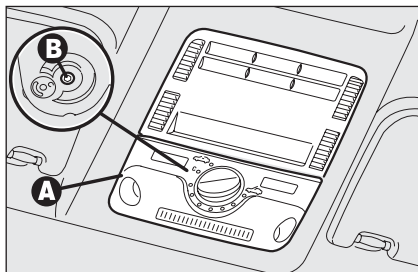

fig. 89
- ☐ presione en correspondencia a las ranuras de la lámpara de techo para soltar los ganchos y quite la lámpara anterior **A-fig. 89**.